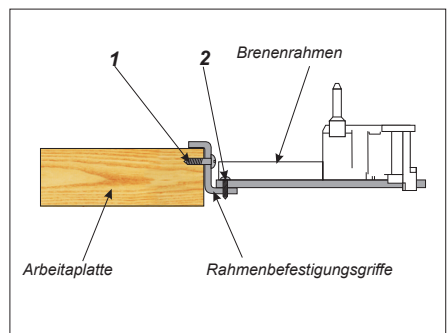
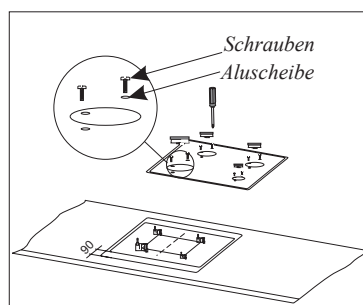
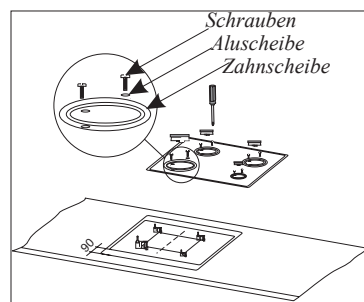

Abb. 3
Abb. 5
Abb. 6
- die Blechschrauben [2] (Abb. 3) lösen.
- Brennerahmen schieben, bis Massenübereinstimmung von 90 mm (Abb. 5) erreicht wird und in dieser Position den Brennerahmen mit Blechschrauben [1] (Abb. 3) in der Paltenöffnung sperren.
- auf den Brennerahmen die Arbeitsplatte hinlegen und mit 8 Blechschrauben mit Unterlagsscheiben M-3 (Abb. 5) an Brenner zuschrauben,
- Brennerahmen schieben, bis Massenübereinstimmung von 90 mm (Abb. 6) erreicht wird und in dieser Position den Brennerahmen mit Blechschrauben [1] (Abb. 3) in der Plattenöffnung sperren.
- auf den Rahmen mit Brennern eine Keramikscheibe auflegen und danach Zierauflegen auf die Scheibe und Brenner auflegen. Die Scheibe mit den Zierauflagen mit 8 Blechschrauben mit Unterlagsscheiben M-3 anschrauben (Abb.3), wobei das Anschrauben von den hinteren Normalbrennern anzufangen ist und erst danach ist der Stark- und Hilfsbrenner zu befestigen.